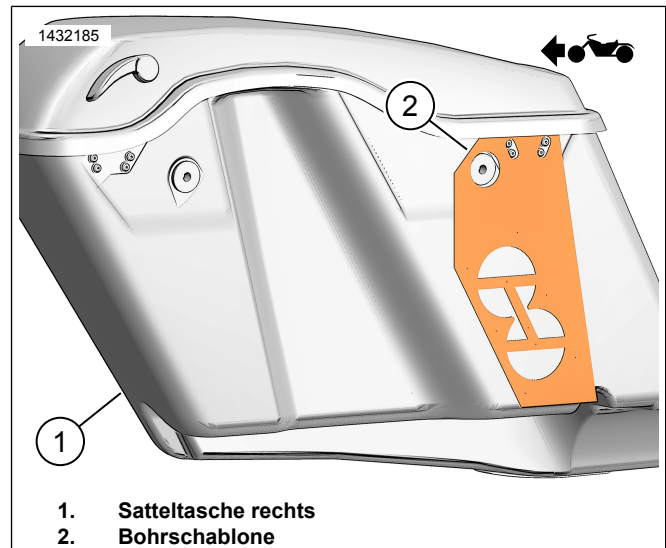

Abbildung 9. Schablone rechte Satteltasche
1. Abbildung 9 Schablone (2) an rechter Satteltasche (1) positionieren.